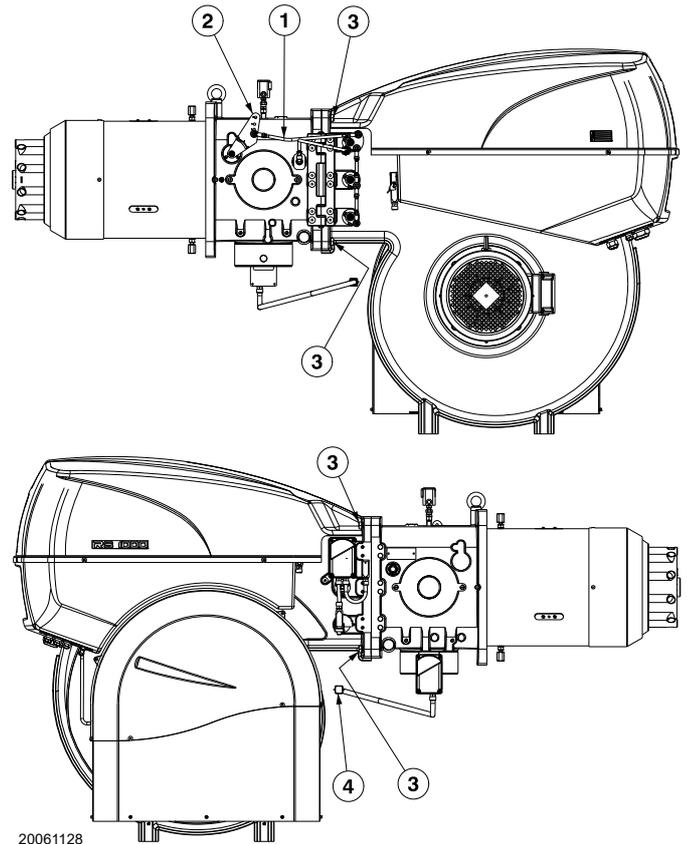

Abb. 33
- Den Zuganker 1)(Abb. 33) des Steuerhebels des Flammkopfs durch Lockern der Mutter 2) entfernen;